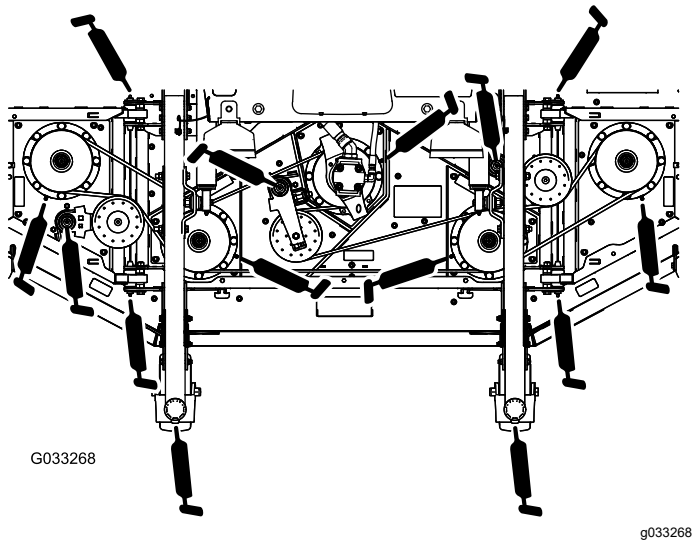

Figure 83
- 2 bagues d'axe de fourche de roue pivotante (Figure 83)
- 5 paliers d'axes de pivot (sur le logement d'axe), comme montré à la Figure 83
- 3 bagues de pivot de bras de tension (sur l'axe de pivot de poulie de tension), comme montré à la Figure 83
- 4 bagues de plateaux d'extrémité (sur les axes de pivot des plateaux d'extrémité), comme montré à la Figure 83